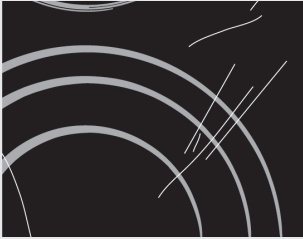

Abb. 1
**Reinigen Sie die Glaskeramik-Oberfläche** nach jedem Gebrauch; bei jedem Gebrauch brennt sich nämlich auch die kleinste Verunreinigung in die heiße Oberfläche ein. **Benutzen Sie zur regelmäßigen Pflege der Glaskeramikoberfläche spezielle Pflegemittel**, die auf der Oberfläche einen Schutzfilm bilden und sie vor Verunreinigungen schützen. **Wischen Sie vor jeder Benutzung** Staub oder andere Fremdkörper von der Glaskeramik-Oberfläche und vom Topfboden, damit die Glaskeramikplatte nicht zerkratzt wird (Abb. 1).
**Vorsicht:** Stahlwolle, Reinigungsschwämme und scheuernde Reinigungsmittel können die Glaskeramikoberfläche zerkratzen. Ebenso wird die Glaskeramikoberfläche durch Verwendung von aggressiven Spraymitteln und ungeeigneten oder schlecht durchgeschüttelten flüssigen Reinigungsmitteln beschädigt (Abb. 1 und Abb. 2). Die Signatur auf der Glaskeramikplatte kann durch den Gebrauch von aggressiven Reinigungsmitteln oder groben bzw. beschädigten Kochtopfböden beschädigt werden (Abb. 2).